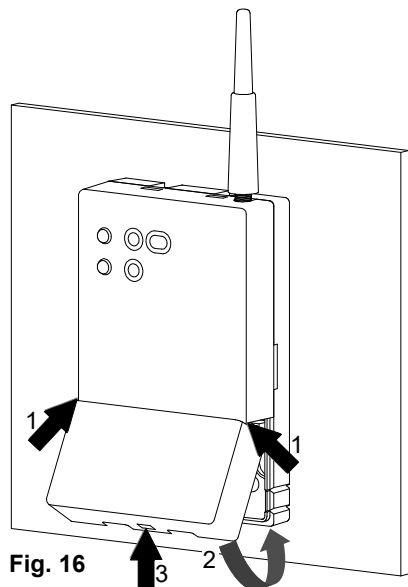

Fig. 16
- 11 Placer le couvercle du compartiment câbles sur la base et le tourner vers celle-ci, pousser vers l'intérieur la languette en plastique du dessous de la base et exercer une pression suffisante au déclenchement de la languette de fixation à l'intérieur du trou prévu à cet effet. (Fig. 16).